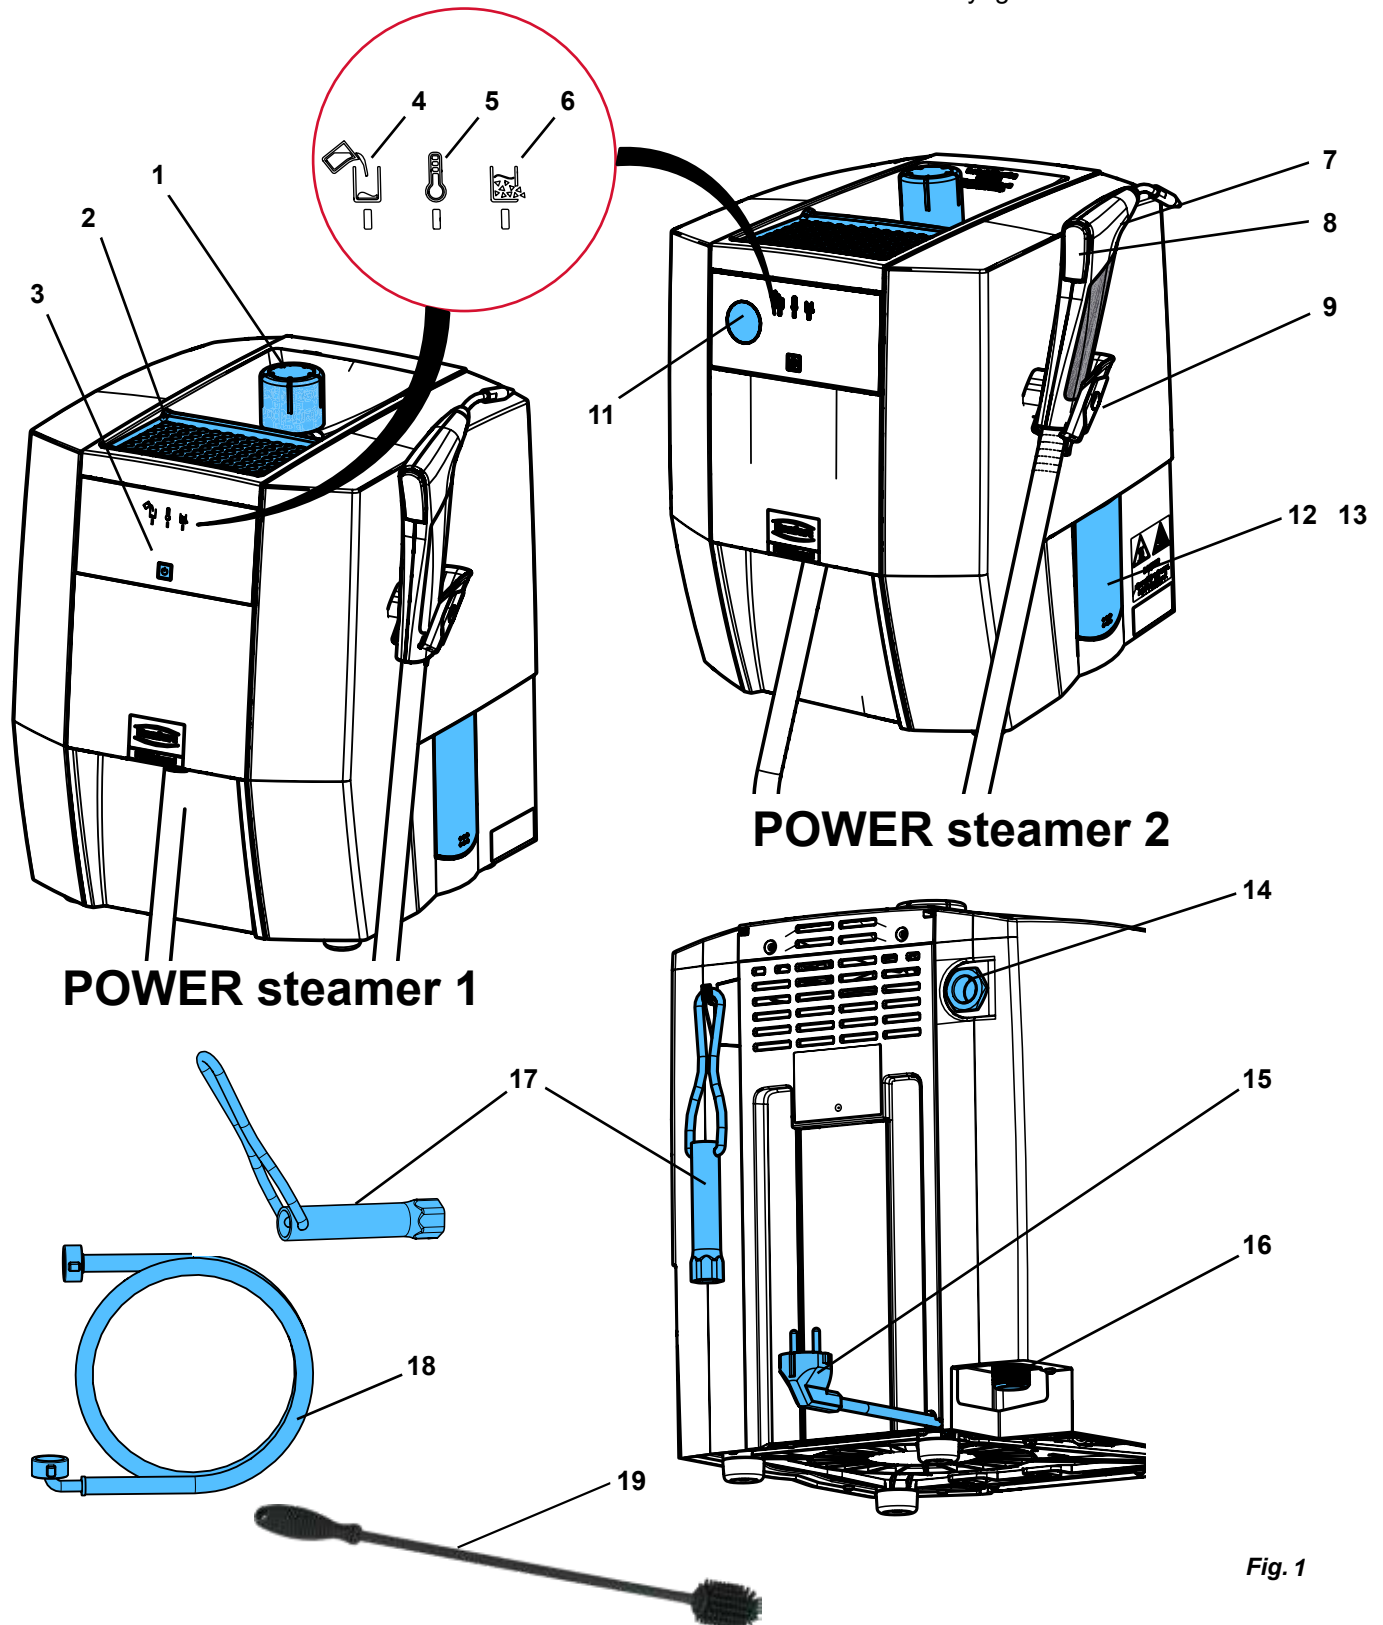

Fig. 1
- ▶ Placer l'appareil de sorte à éviter tout danger au niveau de l'évacuation de la vapeur par la vanne de surpression (14, fig. 1).
Des modèles en plâtre ou de revêtement peuvent être déposés pour séchage sur l'emplacement (2, Fig. 1).
⇒ Visser le bouchon de réservoir (1, Fig. 1).
**Placer l'appareil de sorte à éviter tout phénomène dangereux en cas de sortie de vapeur par la vanne de surpression (14, Fig. 1) (ne pas placer l'appareil devant une prise de courant par ex.).**
**La vanne de surpression de l'évacuation de la vapeur (14, fig. 1) ne doit pas être obturée ou bloquée d'une manière ou d'une autre.**
Risque dû à la vapeur d'eau sous pression ! Avant d'ouvrir le bouchon de l'ouverture de révision, veiller à ce que le réservoir sous pression soit complètement dépressurisé. Ouvrir et retirer le bouchon de réservoir (1, Fig. 1).
- ⇒ Placer l'appareil de sorte que l'eau puisse s'écouler de l'ouverture de révision (12/13, Fig. 1) dans une cuve.